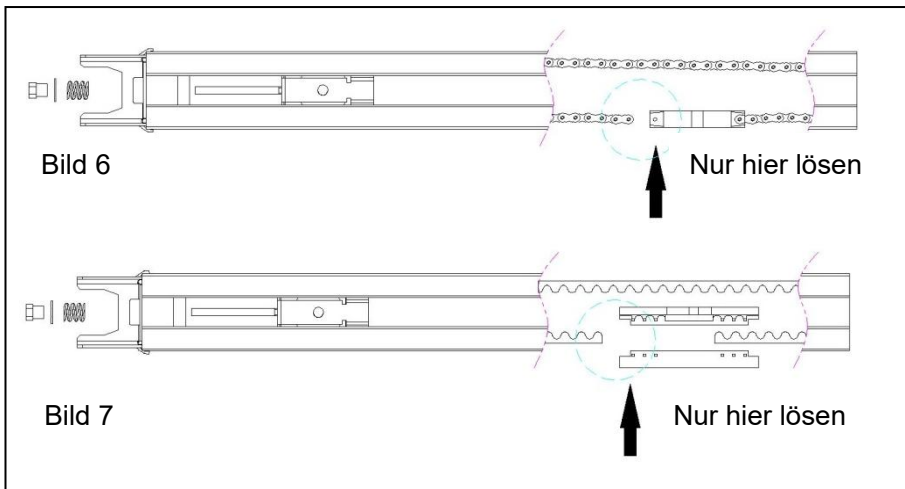

Bild 6
Schritt 4: Lösen Sie die Kette oder den Riemen vom Verbindungsstück (Kette – Bild 6, Riemen – Bild 7) .